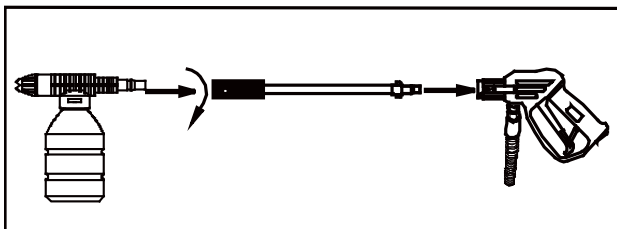

Figura 8-Fixați aplicatorul de pulverizator
4. Fixați aplicatorul de detergent de pulverizator. (vezi Figura 8)